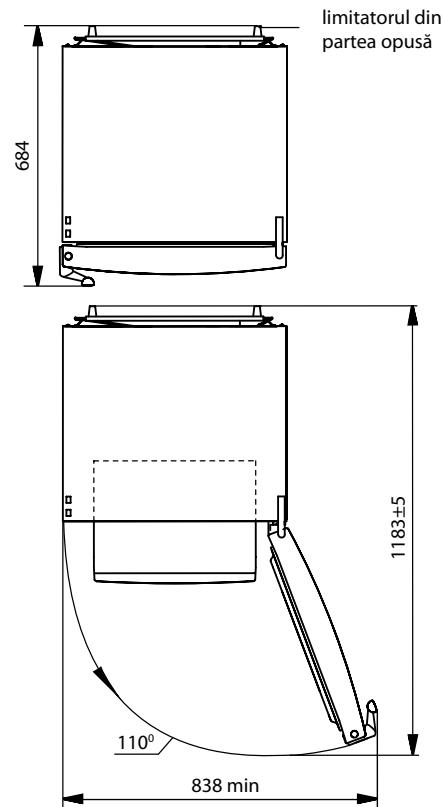

Figura 2 – Congelator (vedere de sus)
**1.6** Spațiul total necesar pentru funcționarea congelatorului este determinat de dimensiunile prezentate în figura 2 în milimetri. Designul congelatorului oferă unghiul maxim de deschidere a ușii – de 110°. Pentru a preveni deteriorarea congelatorului **NU APLICĂȚI FORȚĂ EXCESIVĂ** pentru a deschide ușa la un unghi mai mare de 110°.